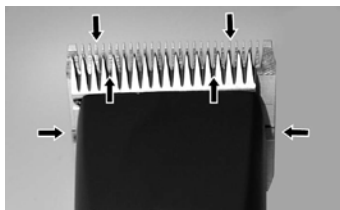

Fig. 21
For å oppnå gode klippemaskinesultater og for å øke levetiden til klippe-maskinen og klippehodet, må du påføre et tynt lag med olje mellom det øvre og nedre bladet (Fig 21).
- ▶ Smør bladene tilstrekkelig under klippingen (minst hvert 15. minutt), slik at de ikke går tørre (Fig 21).
Bladene må oljes før, under og etter hver gang de brukes. Når bladene på klippemaskinen etterlater striper eller går med redusert hastighet, er dette et tegn på at olje kreves. Påfør noen dråper olje foran på sidene av klippebladene (se pilene i Fig 21). Tørk av overflødig olje med en tørr klut. Smøresprayer har ikke nok olje til å opprettholde god smøring, men hjelper til med å kjøle ned bladene. Skadede eller sløve blader må straks skiftes ut for å unngå skader.